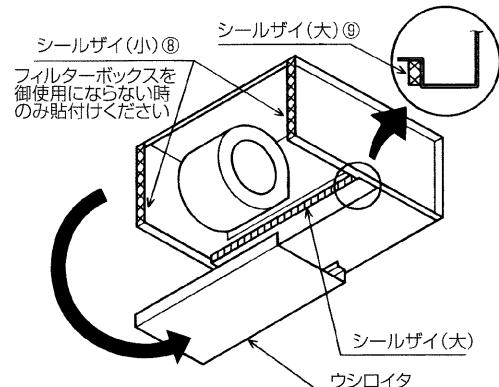

図4
1. ウシロイタを外し(ネジ6本)図の方向に付換えてください。(図4)
- 付属のシールザイを図の位置に貼り付けください。(図4)